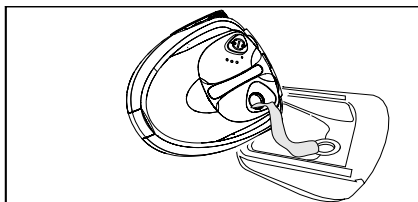

Ilustración 10
- ➔ vaciar el agua. Para ello inclinar el aparato para que salga el agua por la boca de llenado de la esquina (véase la fig. 10).